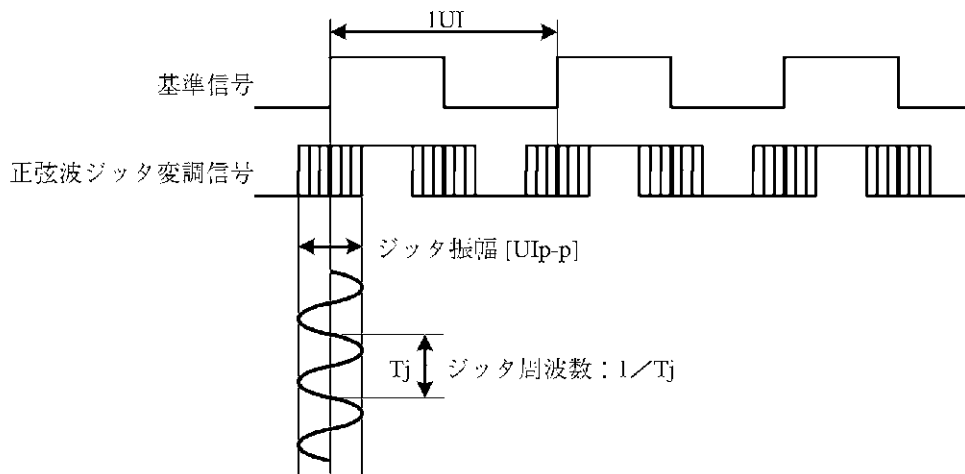

図 5-6 ジッタ量の定義
ジッタ量は、ジッタのない基準信号に対する位相変化量として定義されます。単位は、Unit Interval (UI) が用いられ、1UI はビット・クロックの1周期として定義されます。この関係を、クロックの場合を例に図 5-6 に示します。